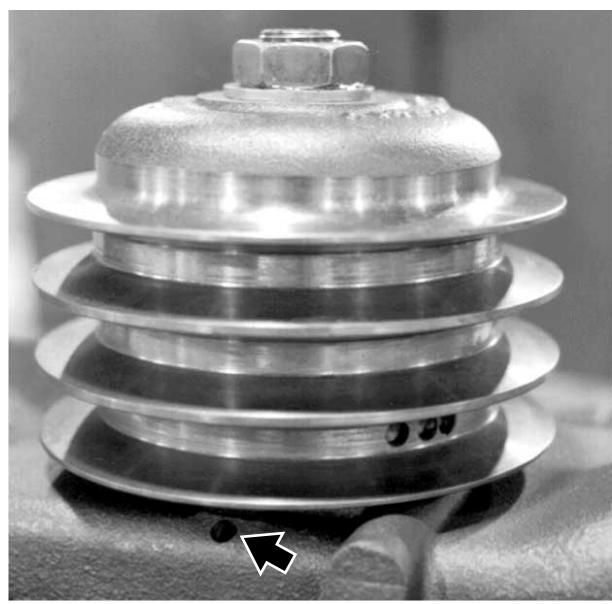

Рисунок 7.05-17: «Дренажное отверстие» водяного насоса контура рубашки - (водяной насос снят)
2. Осмотрите «дренажное отверстие» в корпусе, расположенное под шкивом водяного насоса (см. Рисунок 7.05-17). Через это отверстие сливаются утечки охлаждающей жидкости за керамическим уплотнением водяного насоса.